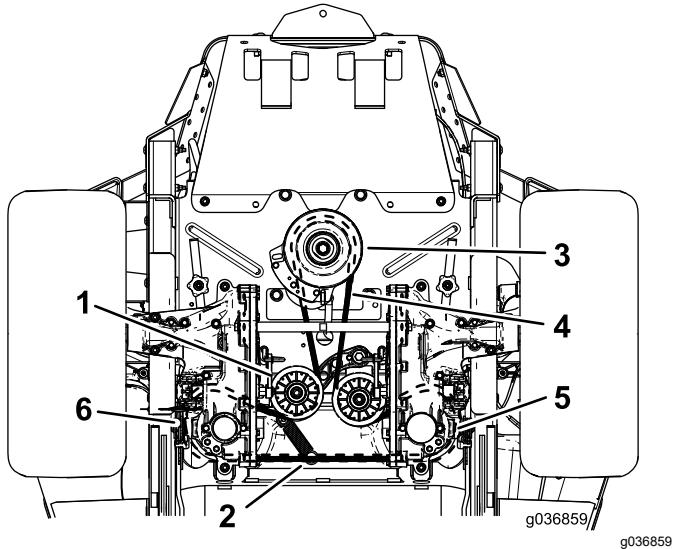

Рисунок 64
- Снимите пружину натяжного шкива со штыря (Рисунок 64).
- Проложите новый ремень вокруг шкива двигателя и 2 шкивов гидравлических насосов (Рисунок 64).